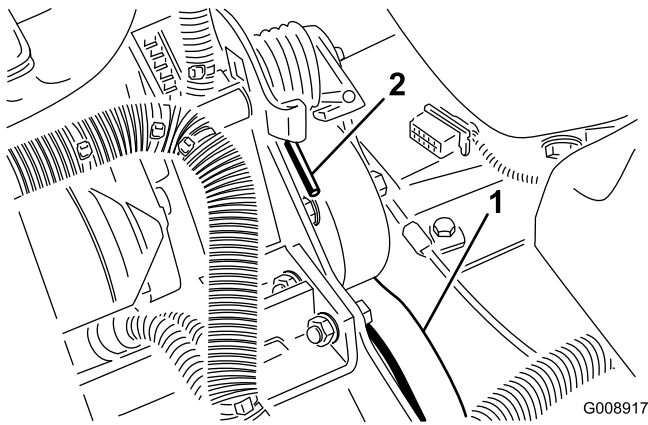

図 55
2. スプリングの端を前側に押し下げてブラケットから外し、スプリングのテンションをなくす (図 55)。